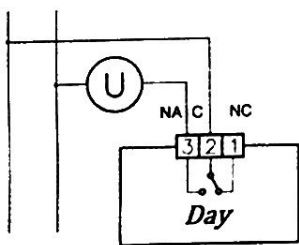

Fig.2a
- 1 \_ Effettuare il collegamento elettrico come da Fig.2a/2b